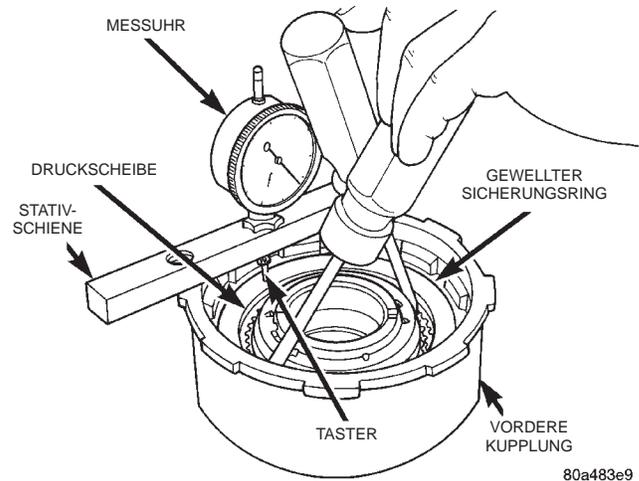

Abb. 136 Spiel des Lamellenpakets in der vorderen Kupplung messen
(10) Lüftspiel der Lamellen mit Stativschiene und Meßuhr prüfen (Abb. 136).
(a) Stativschiene quer über die Kupplungstrommel legen und Meßuhrtaster auf die Druckscheibe setzen (Abb. 136).